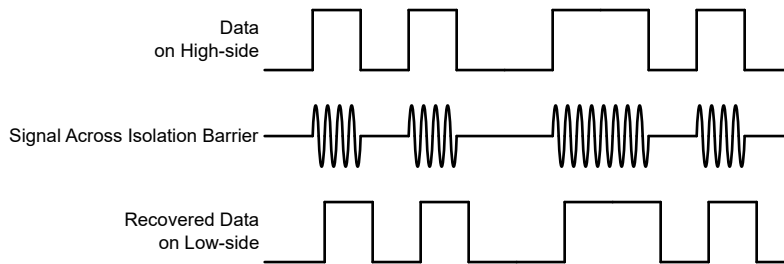

图 6-2. 基于 OOK 的调制方案
AMC23C10 使用开关键控 (OOK) 调制方案 (如图 6-2 所示), 跨过基于  $\text{SiO}_2$  的隔离栅来传输比较器输出状态。功能方框图所示发送驱动器 (TX) 跨过隔离栅发送一个内部生成的高频载波来表示数字一, 不发送信号则指示数字零。